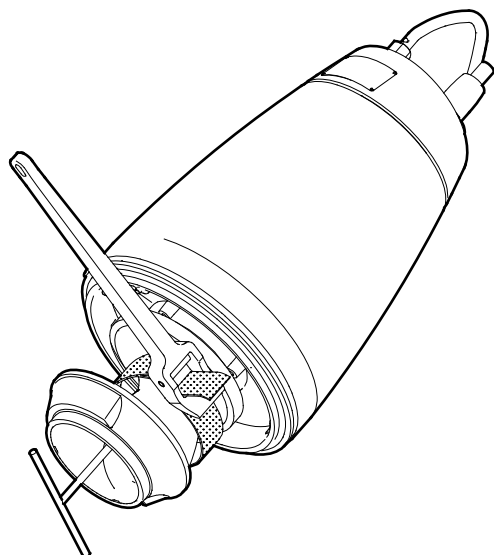

Рис. 12 Демонтаж рабочего колеса
3. Зафиксируйте рабочее колесо (49) с помощью ленточного ключа. См. рис. 12.